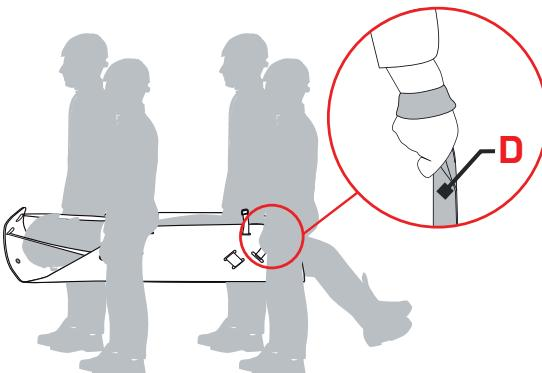

Fig.3
- 1:3 = charge d'utilisation : 150 kg avec levage manuel à l'aide des poignées (D) - (fig. 3),
La toile de sauvetage "HALF ROLLY" permet de soulever et de transporter le patient à l'aide des poignées latérales (fig. 3), de le traîner à l'aide de la sangle (fig. 4) et de le hausser ou de le baisser à la verticale à l'aide de la corde statique (fig. 5).